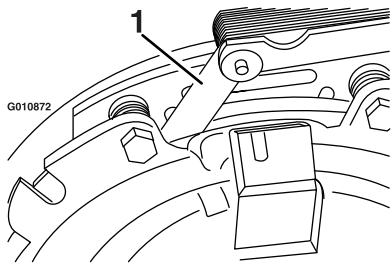
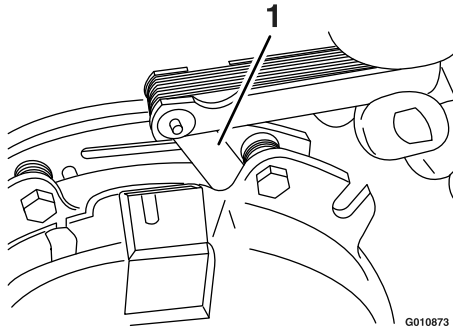

Figura 72
Figura 73
- E. Usando una galga de 0.25 mm (0.01"), compruebe la presencia de un espacio entre el rotor y la cara de la armadura en ambos lados del polo del freno, según se indica en Figura 72 y Figura 73.